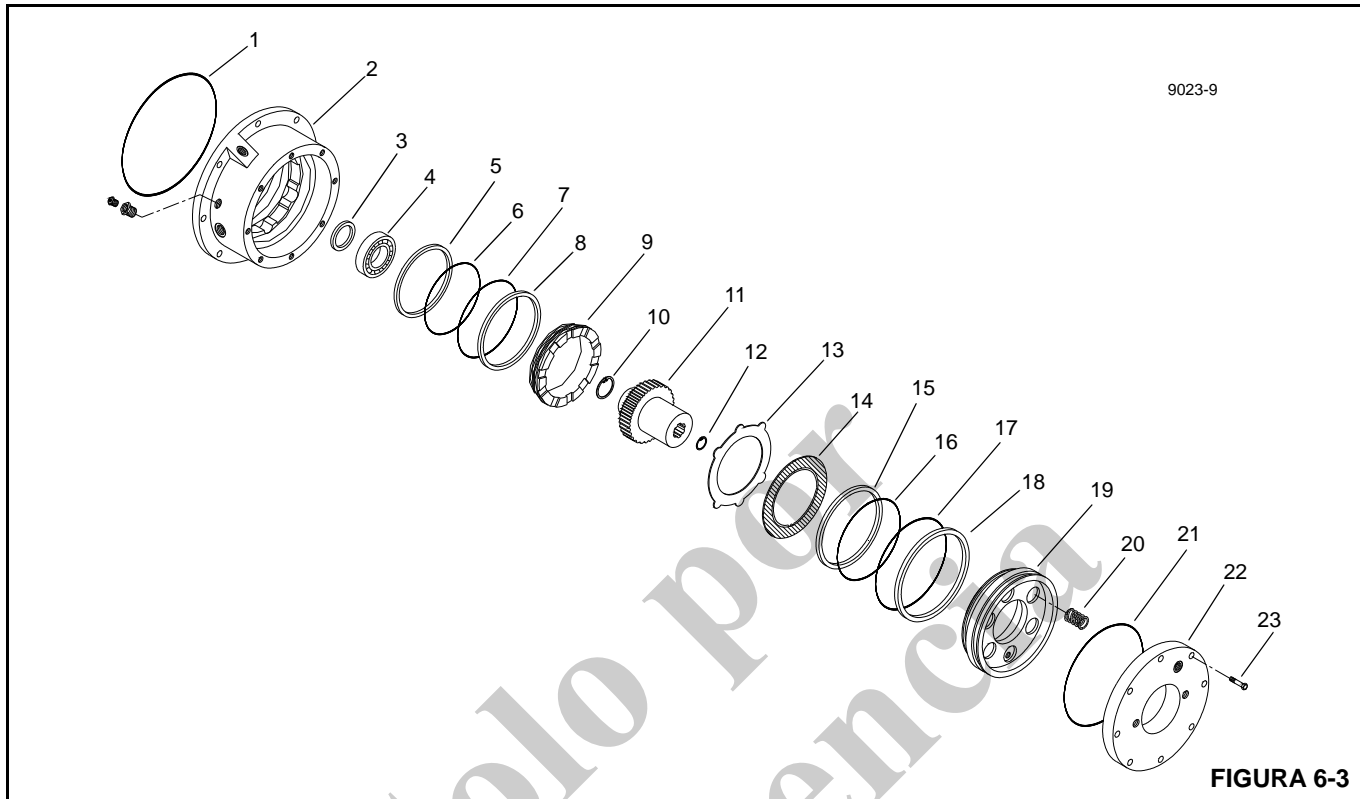

FIGURA 6-3
7. Coloque la caja de engranajes (1) en una mesa con el extremo con engranaje del eje de salida (2) sobre la superficie de la mesa.
8. Baje el conjunto de planetarios de salida (10) para meterlo en la caja hasta que los engranajes planetarios se engranen con los dientes de la caja de engranajes. Baje el conjunto de planetarios de salida hasta que los engranajes planetarios se engranen en los dientes del eje de salida. Gire el conjunto de planetarios de salida o el eje de salida hasta que el conjunto de planetarios de salida se deslice hacia abajo para permitir el contacto pleno entre los dos juegos de dientes de engranaje.
10. Instale la arandela de empuje (11) y el engranaje solar de salida (12) en el extremo del conjunto de planetarios de salida (10).
11. Baje el conjunto de planetarios de entrada (13) para meterlo en la caja de engranajes (1) hasta que los engranajes planetarios se engranen con los dientes del extremo de entrada del engranaje solar de salida (12).
12. Gire el conjunto de planetarios de entrada (13) o el eje de salida hasta que el conjunto de planetarios de entrada se deslice hacia abajo para permitir el contacto pleno entre los dos juegos de dientes del engranaje.
13. Sujete firmemente el extremo del piñón del eje de salida (2) y gire el mecanismo lentamente para comprobar que el conjunto de planetarios gire libremente.
14. Instale la arandela de empuje (11) y el engranaje solar de entrada (14) en el conjunto de planetarios de entrada (13).
15. Lubrique un anillo "O" nuevo (1, Figura 6-3) e instálelo en la ranura de la parte superior de la caja de engranajes (1).
16. Coloque el conjunto de frenos (15) en la parte superior de la caja de engranajes (1). Las marcas hechas durante el proceso de desarmado ayudan a alinear correctamente el conjunto de frenos con la caja de engranajes (1).
17. Instale los ocho pernos (16) en el conjunto de frenos (15) y apriételos a 40 Nm (30 lb pie).
18. Aplique pasta selladora de tubería a uno de los tapones de vaciado (17) e instale el tapón en el agujero inferior de la caja de engranajes (1).
Vea la Figura 6-3 para el procedimiento siguiente.